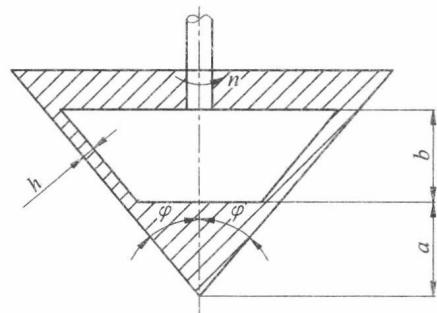

图 2.6 练习题图 2
5. 动力黏度 $\mu = 0.2 \text{ Pa} \cdot \text{s}$ 的液压油充满在值为 h 的缝隙中, 如图 2.6 所示。若忽略作用在截锥体上、下表面的液体压力, 试求将截锥体以恒速 n 旋转所需的功率。已知: $\varphi = 45^\circ$, $a = 45 \text{ mm}$, $b = 60 \text{ mm}$, $h = 0.2 \text{ mm}$, $n = 90 \text{ r/min}$ 。